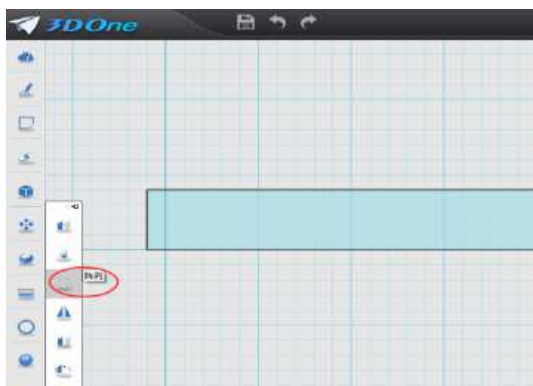
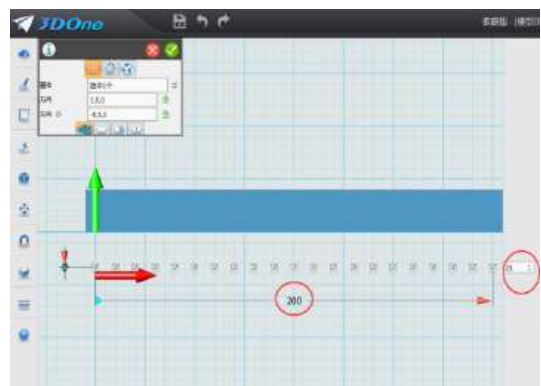

图 6-6
图 6-7
2.对 cm 刻度线进行阵列：移到屏幕最左侧第五个图标“特殊功能”命令里的上数第三个图标“阵列”命令，如图 6-6，出现对话框窗口，数目：输入 21；间距：输入 200，确定完成，如图 6-7。